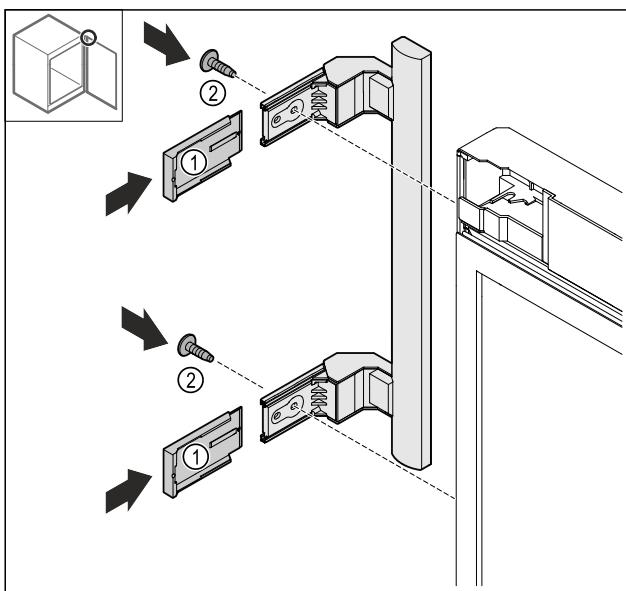

Fig. 25
- Нахлузете капаците Fig. 25 (1).